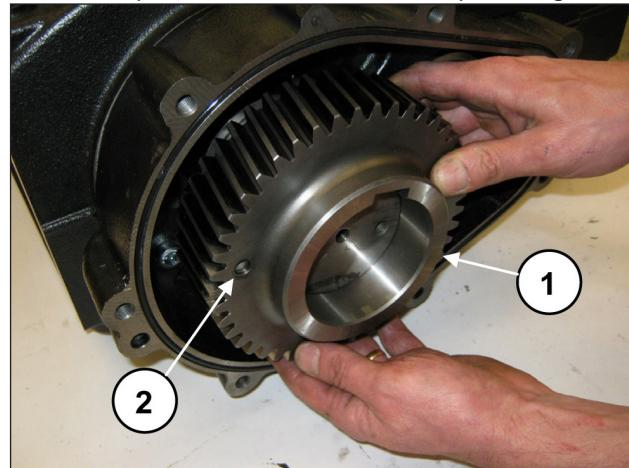

Fig. 14
Extraer la corona (pos. ①, Fig. 14). Si es necesario, colocar un extractor de percusión en los 2 orificios M8 (, pos. ②, Fig. 14).